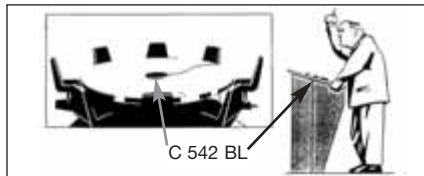

Abb. 5: Platzierung des Mikrofons auf Tischen
- Siehe Abb. 5. Sie können das Mikrofon auch auf Konferenztischen oder Kirchenkanzeln völlig unauffällig einsetzen.